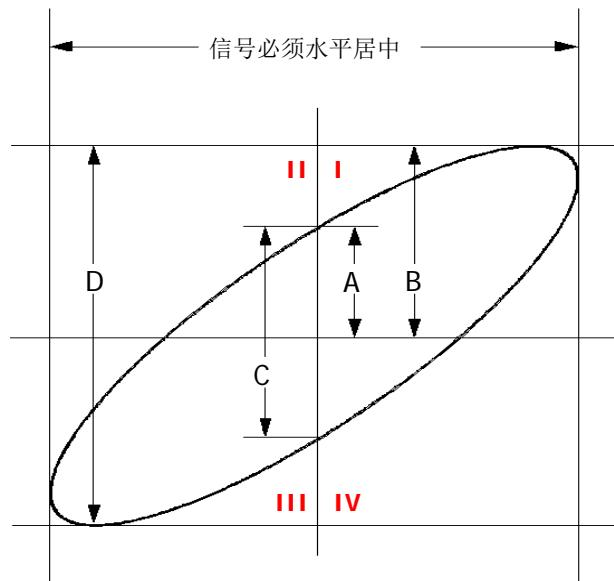

图 3-2 相位差的测量原理图
4. 观察上图的测量结果, 并根据相位差测量原理图 (图 3-2) 可得 $A/B(C/D)=1$, 即两个通道输入信号的相差角为 $\theta = \pm \arcsin 1 = 90^\circ$ 。